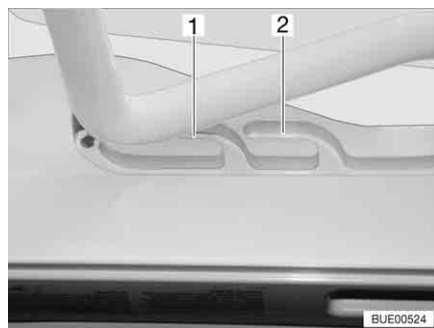
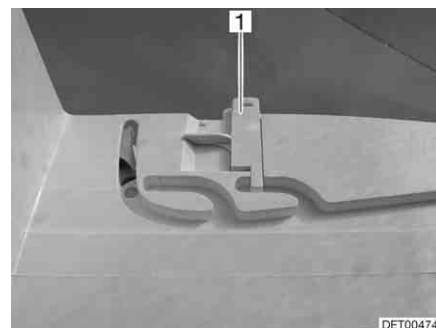

Fig. 55 Lanterneau Heki en position de ventilation
Fig. 56 Verrouillage position de ventilation
Il est possible d'amener le lanterneau Heki en deux positions de ventilation : Position pour mauvais temps (Fig. 55,1) et position intermédiaire (Fig. 55,2). Suivant le modèle, il est possible de verrouiller le lanterneau en position intermédiaire avec le verrou (Fig. 56,1).
- Pousser légèrement l'étrier vers le haut, le pousser dans la glissière choisie (Fig. 55,1 ou 2) et le verrouiller si nécessaire.